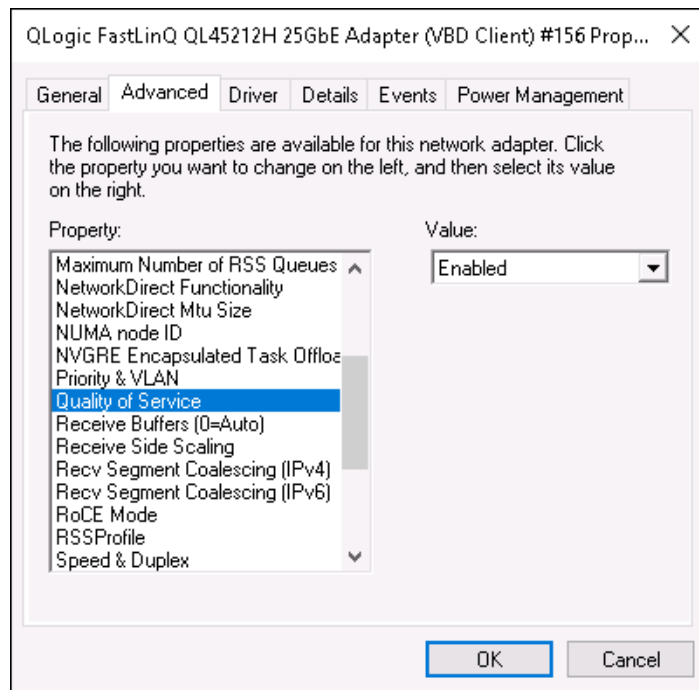

Figure 9-9. Propriétés avancées : Activer QoS
- b. Sur la page Propriétés avancées de l'adaptateur (Figure 9-9), sous **Property** (Propriété), sélectionnez **Quality of Service** (Qualité de service), puis définissez la valeur sur **Enabled** (Activé).